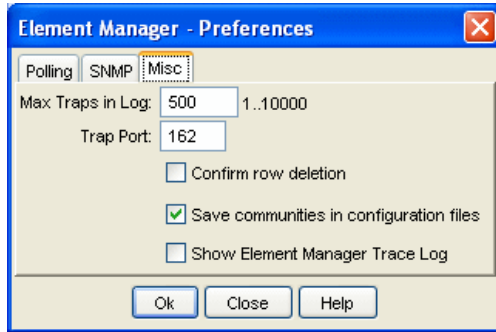

図 6-8 Element Manager: Preferences: 「Misc.」 タブ
- ▶ 「Misc」タブ（図 6-8）は、次のことを行うために一般的な構成パラメーターを設定します。